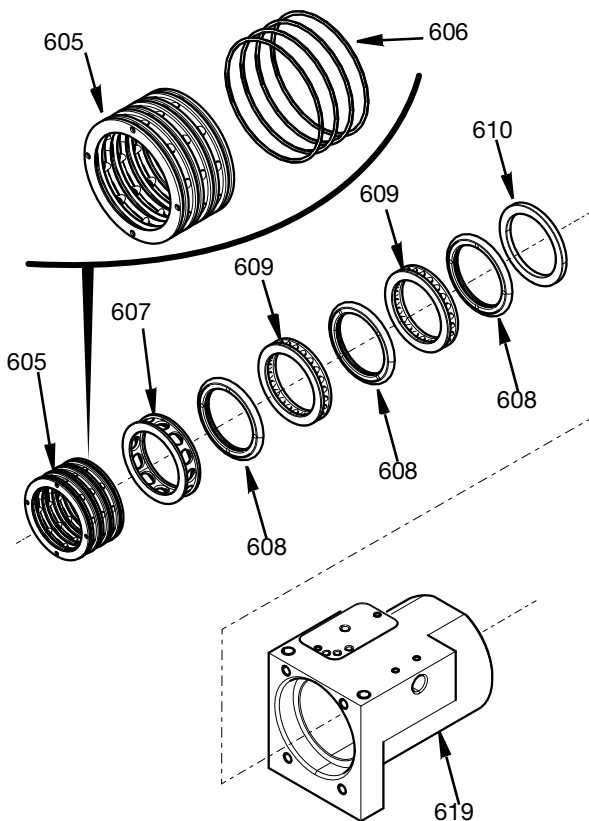

FIG. 22
2. Inserir cuidadosamente todas as peças diretamente na caixa do suporte giratório, como mostra a figura FIG. 22. Os anéis de vedação (606) devem ser montados no anel distribuidor de ar (605) antes de serem inseridos no furo da caixa do suporte giratório. Certifique-se de que todos os vedantes e o furo da caixa do suporte giratório são ligeiramente lubrificados antes da montagem. Consulte a FIG. 22.